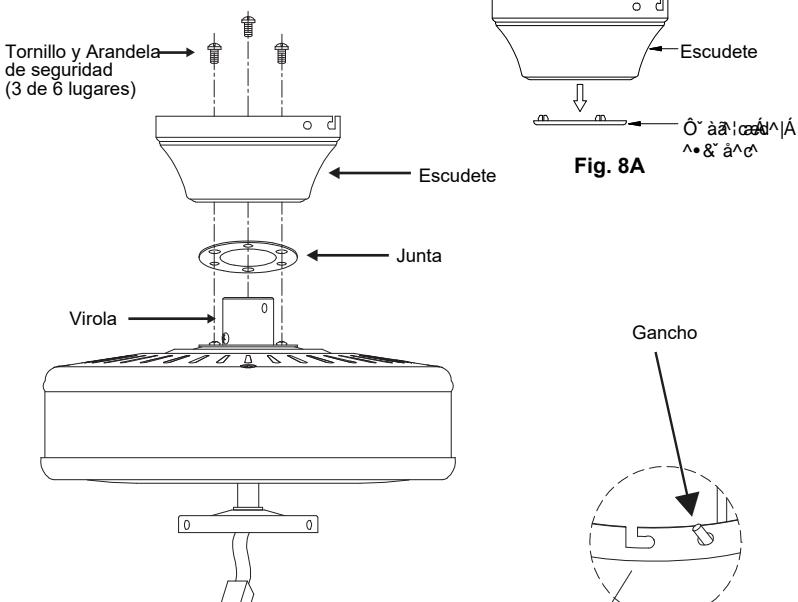

Fig. 8B
**Paso 4.** Retire tres de los seis tornillos y arandelas de seguridad (de cada uno) de la virola del motor superior (**Fig. 8B**).
**Paso 5.** Coloque el escudete para cielorraso y la junta sobre la virola en la parte superior del motor. Alinee los orificios de montaje con los orificios del motor y ajuste utilizando los tornillos y las arandelas de seguridad proporcionados (**Fig. 8B**).
**Paso 6.** Ajuste bien los tornillos de montaje (**Fig. 8B**).